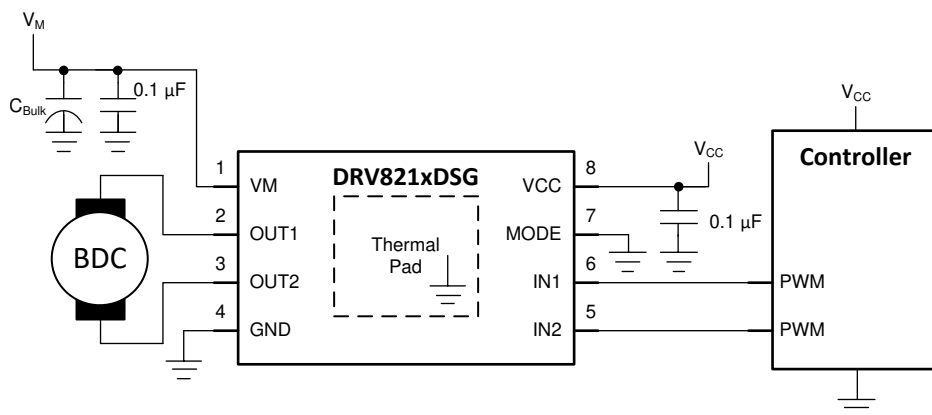

図 6-5. DRV821xDSG PWM シングル モーター動作
2. OUT1 と OUT2 の間にモーターを接続します。DRV821xDSG のブロック図については、図 6-5 を参照してください。